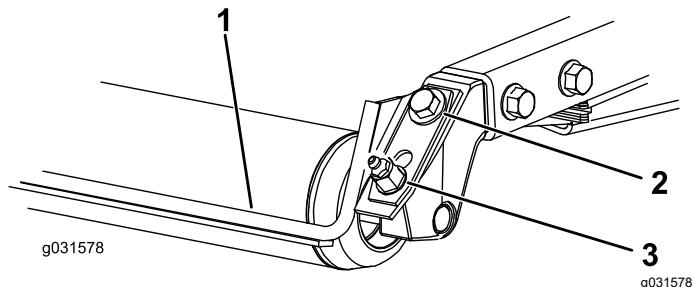

Figure 8
- Desserrez le graisseur et la vis de fixation (Figure 8).